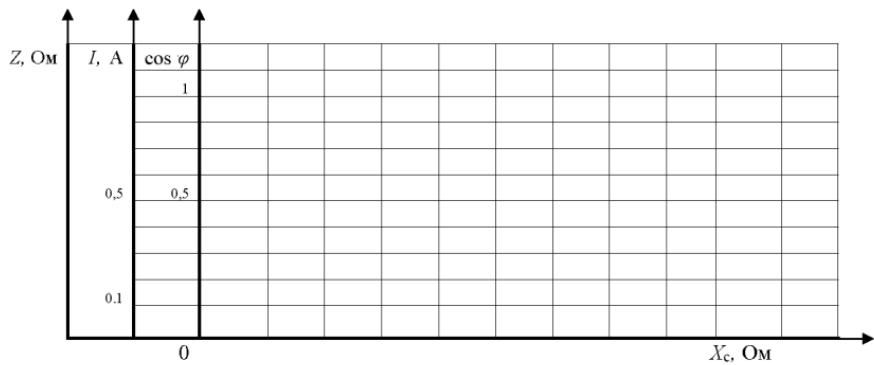

Рис. 6
- 1) $Z(X_C), I(X_C), \cos \varphi(X_C)$ в общих осях координат (рис. 6);